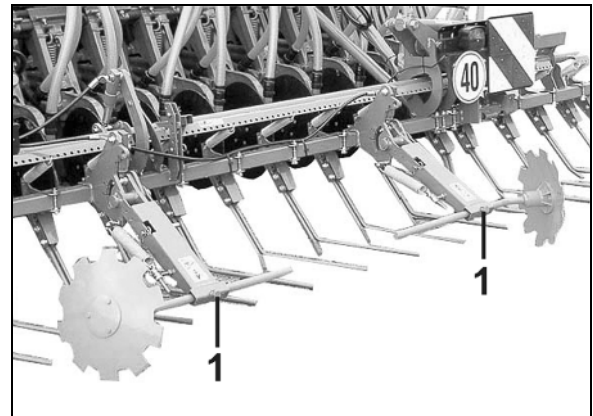

Fig. 102
5. Slacken bolts (Fig. 102/1).
8. Firmly retighten bolts (Fig. 102/1).